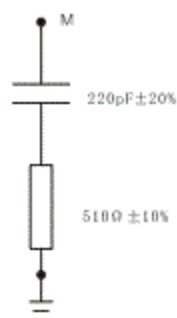
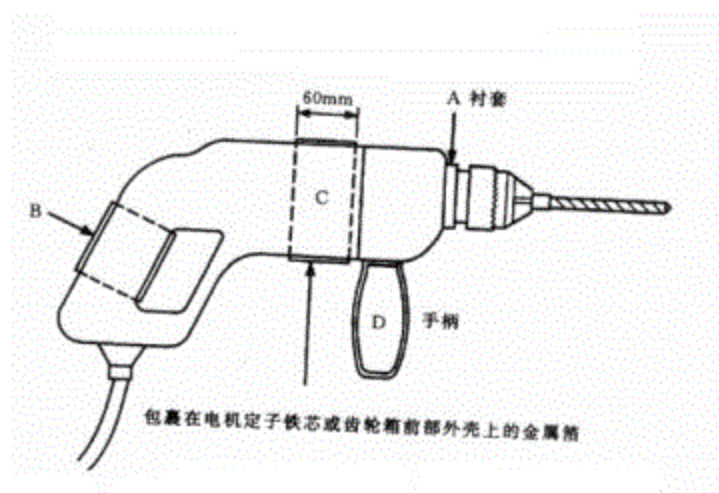

图 9 模拟手的原理
图 10 具有模拟手的手持式电动工具
- 2、 模拟手的原理图见图 9；
- 3、 在应用模拟手时要遵循的基本原则在图 10 中表示出来。RC 元件的 M 端（见图 9）应当连接到任何暴露的非旋转的金属部件和连接到随 EUT（被测设备）提供的固定的和可拆卸的、四周包上金属箔的所有手柄上。由油漆或清喷漆涂敷的金属部件将考虑作为暴露的金属部件而直接连接至 RC 元件上。
- b) 如果被测设备的外壳是绝缘材料制成的，则手柄 B 四周（见图 10）应包上金属箔，如有第二个手柄 D，则其四周也应包上。位于电动机定子铁芯部位的壳体 C 或齿轮箱部位四周亦应包上 60mm 宽的金属箔，要是这样能够测出较高发射电平的话，所有这些金属箔和金属环或衬套 A，（如果有的话）都应连接在一起，并连接到 RC 元件的 M 端。
- c) 如果被测设备的外壳部分是金属，部分是绝缘材料，并且有绝缘手柄，则手柄 B 和 D（见图 10）的四周要包上金属箔。如果电动机部位的外壳是非金属的，则在电动机定子铁芯所在部位的壳体 C 的四周，或者在齿轮箱的四周要包上 60mm 宽的金属箔。如果这部位是绝缘材料并获得较高的发射电平的话，机身的金属部分，即部位 A，包住手柄 B 和 D 的金属箔以及在外壳 C 上的金属箔都应连在一起，并接到 RC 元件的 M 端。